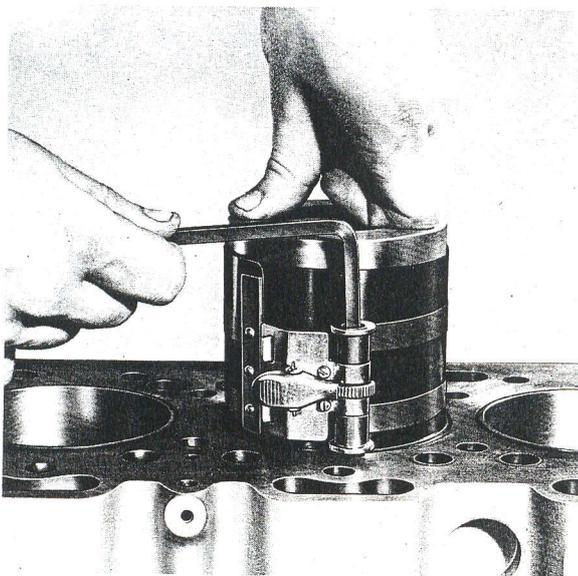

Fig. H6 — Collier-guide segments 38U3.
1. A l'aide d'un collier-guide segments figure H6, introduire par le haut du bloc-cylindres chaque ensemble bielle-piston dans son alésage respectif. S'assurer que le côté de la bielle portant le chiffre repère est dirigé, côté opposé à l'arbre à cames, et que le mot « FRONT » (« AVANT »), poinçonné sur la tête du piston est dirigé vers l'avant du moteur (côté distribution).